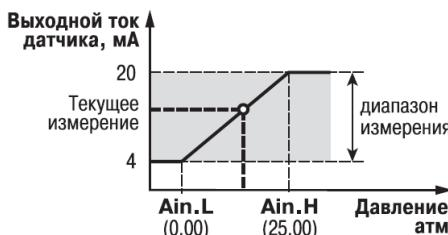

Рисунок 3.4 – Пример задания диапазона измерения активного датчика
**Пример** При использовании датчика с выходным током 4...20 mA, контролирующем давление в диапазоне 0...25 atm., в параметре **Ain.L** задается значение 00,00, а в параметре **Ain.H** – значение 25,00 (см. рисунок 3.4). После этого обработка и отображение показаний будет производиться в атмосферах.